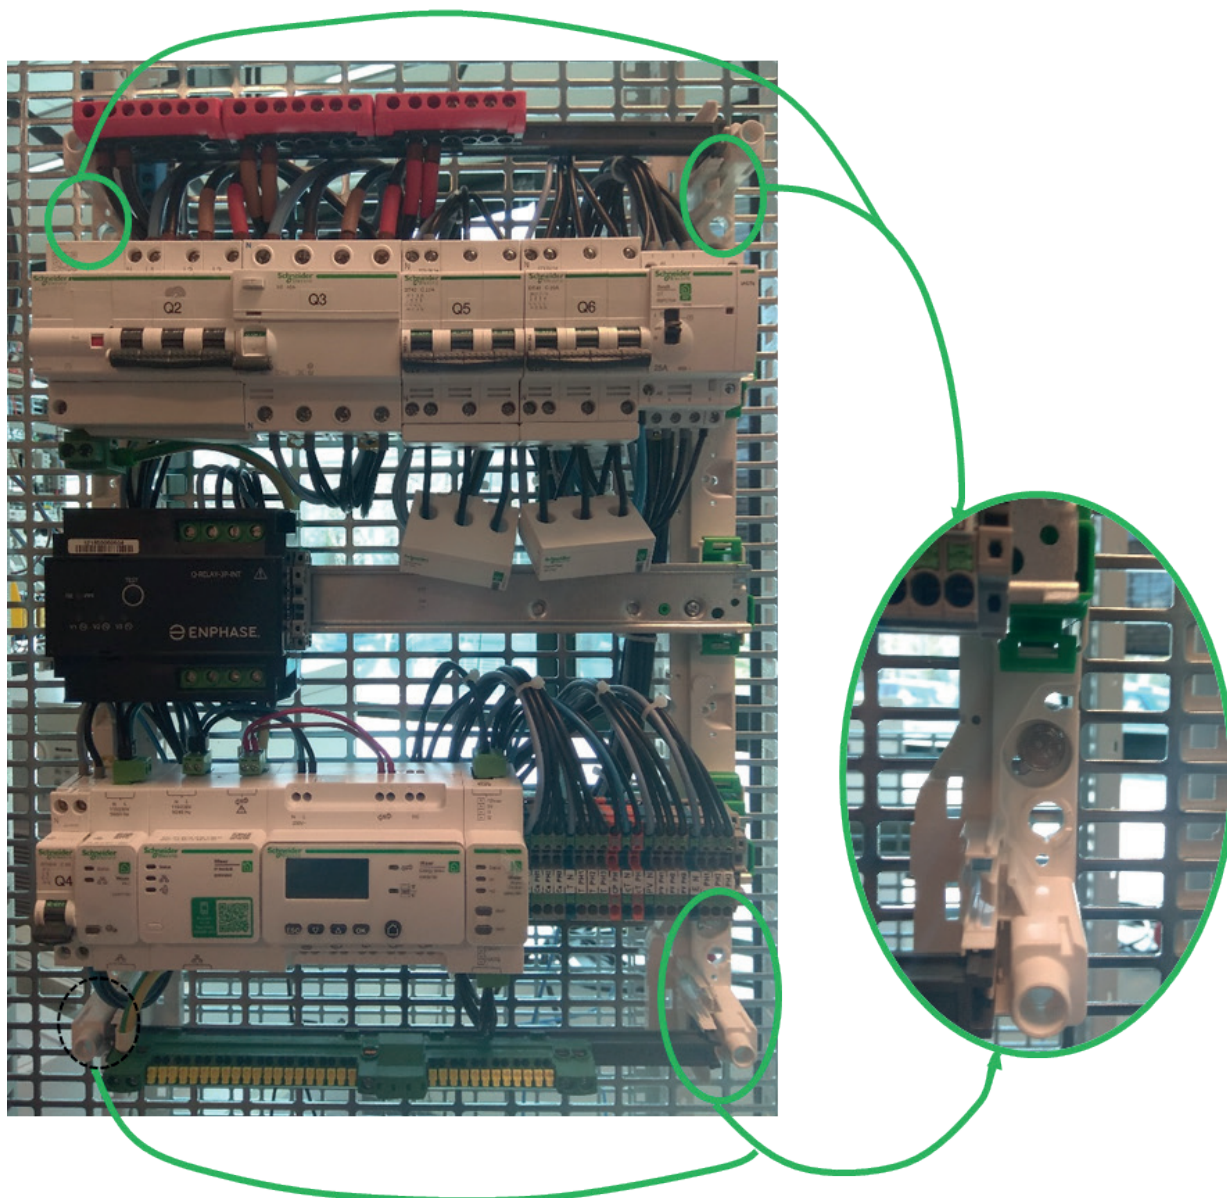

Figure 1: Montage du tableau sur le mur, positions des 4 vis
- A l'aide de 4 vis (figure 1), fixer le tableau au mur à moins de deux mètres du disjoncteur de branchement pour ensuite pouvoir installer le tore sur les phases du disjoncteur de branchement